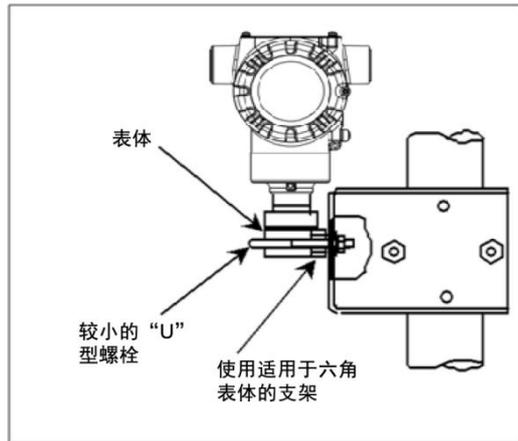

图 3：LGP 和 LAP 型
- 现有安装支架, 请参见图 3
直接插入式 GP 和 AP (LGP 型) 或 GP/AP 远传密封式	使用提供的较小的“U”型螺栓将表体连接在支架上。请参见图 3。